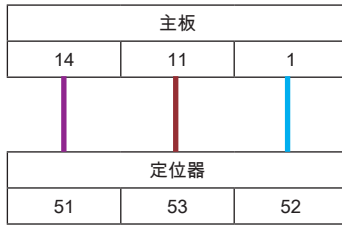

图26. 定位器安装端子图 ( 1 - 6 kN )
- 1 - 6 kN：如图26《定位器安装端子图（1 - 6 kN）》所示，连接DE线束（方向如图25所示）